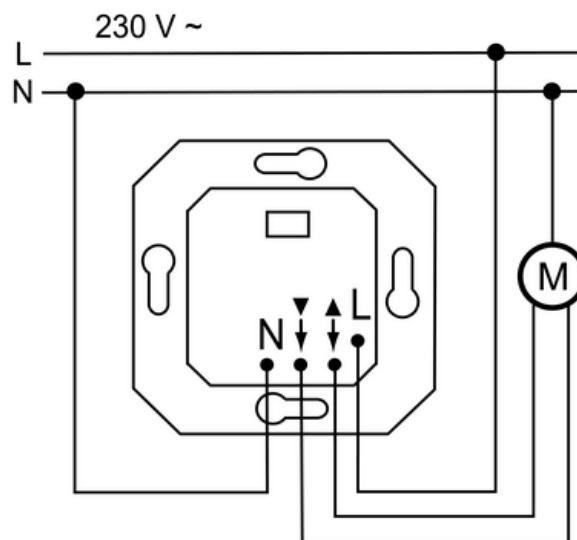

Bild 2: Anschluss Einsatz
- Jalousie-Einsatz gemäß Anschlussplan anschließen (Bild 2).